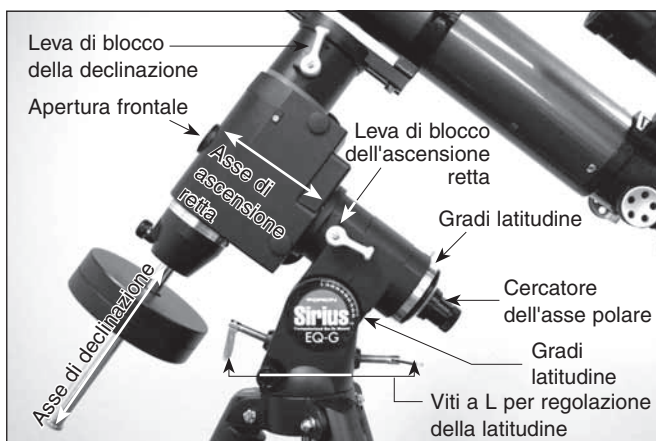

Figura 6. Testa equatoriale della montatura Sirius EQ-G.
su entrambi gli assi della montatura, è fondamentale che il tubo ottico sia correttamente bilanciato. Iniziare con il bilanciamento del telescopio rispetto all'asse dell'ascensione retta, quindi procedere con l'asse di declinazione (vedere **Figura 6**).
2. Allentare una delle due viti a L per la regolazione della latitudine (vedere **Figura 6**) e stringere l'altra per regolare la latitudine della montatura. Continuare a regolare la montatura fino a quando il puntatore sulla scala della latitudine indica la latitudine del luogo di osservazione. È possibile consultare un atlante geografico o Internet per determinare la latitudine corrente. Ad esempio, se la latitudine è 35° nord, posizionare il puntatore su 35. L'impostazione della latitudine non dovrà essere più modificata, a meno che la nuova posizione di osservazione non sia sostanzialmente distante.